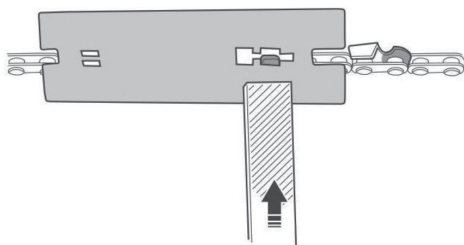

Рис. 18
1. Установите шаблон ограничителя глубины так, чтобы ограничитель подачи был в просвете шаблона, а пластина шаблона опиралась на режущий зуб (рис. 18).